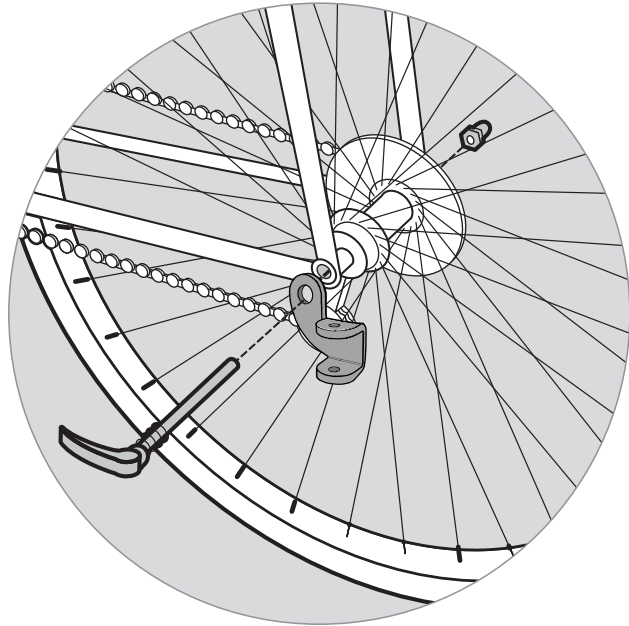

Figure 18
1. **Quick Release or Nuted Axle:** Remove quick-release skewer or nut from the left side of bike's rear wheel axle. Install hitch between quick-release or nut and frame (Figure 18). Tighten the quick-release or nut following manufacturer's recommendation. The hitch can remain on the bike when trailer is removed. Consult Burley.com for accessories designed to help fit your trailer to your bike
1. **Système de blocage rapide ou essieu arrière à écrou :** Ôtez la broche du système de blocage rapide ou l'écrou du côté gauche de l'essieu de la roue arrière. Installez l'attelage entre le levier de blocage rapide ou l'écrou et le cadre (Figure 18). Serrez le levier de blocage rapide ou l'écrou en suivant les recommandations du fabricant. L'attelage peut rester sur le vélo lorsque la remorque n'est pas accrochée. Vous trouverez des accessoires adaptés à votre remorque ou à votre vélo sur le site Burley.com.
1. **Hinterachse mit Schnellspanner oder Mutter:** Lösen Sie den Schnellspanner oder die Mutter auf der linken Seite der Hinterachse am Fahrrad. Montieren Sie die Anhängerkupplung zwischen dem Schnellverschluss oder der Mutter und dem Rahmen (Abb. 18). Ziehen Sie den Schnellverschluss oder die Mutter gemäß den Empfehlungen des Herstellers fest. Die Anhängerkupplung kann am Fahrrad verbleiben, wenn der Anhänger entfernt wurde. Wenden Sie sich an Burley.com, wenn Sie Zubehör für die Montage Ihres Anhängers an Ihr Fahrrad benötigen.